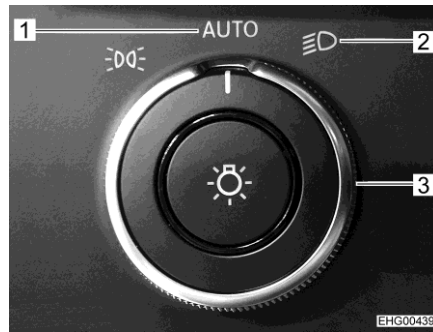

Fig. 14 Commutateur tournant d'éclairage
- Tourner le commutateur d'éclairage Mercedes (Fig. 14,3) sur la position "AUTO" (Fig. 14,1) ou la position feux de route (Fig. 14,2).